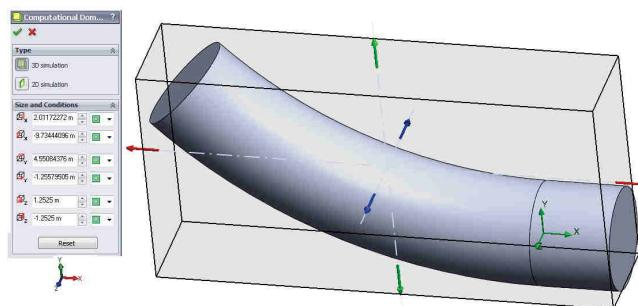

Fig. 13.7
- Click dreapta pe icoana **Computational Domain** și selecție **Edit Definition**. Va apărea fereastra **Computational Domain**, fig. 13.7.
- Right-click the **Computational Domain** icon and select **Edit Definition**. The **Computational Domain** dialog box appears, fig. 13.7.